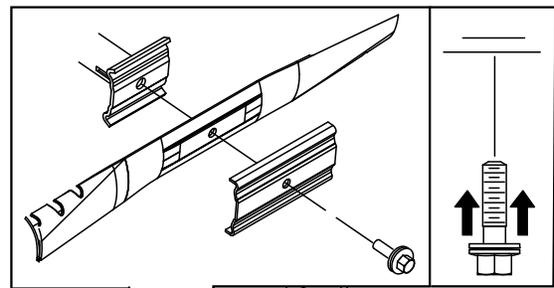

Figure 41
3. Immobilisez la lame avec un morceau de bois (Figure 41).
4. Déposez la lame mais ne jetez pas les fixations (Figure 41).
5. Montez la nouvelle lame et toutes les fixations (Figure 41).